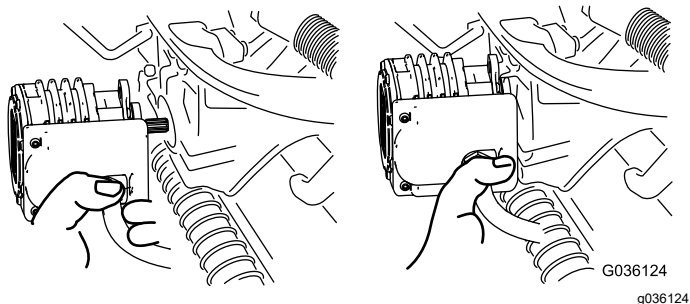

Figura 56
5. Amplasați motorul în locul de depozitare din partea din față a braului de suspensie (Figura 56).